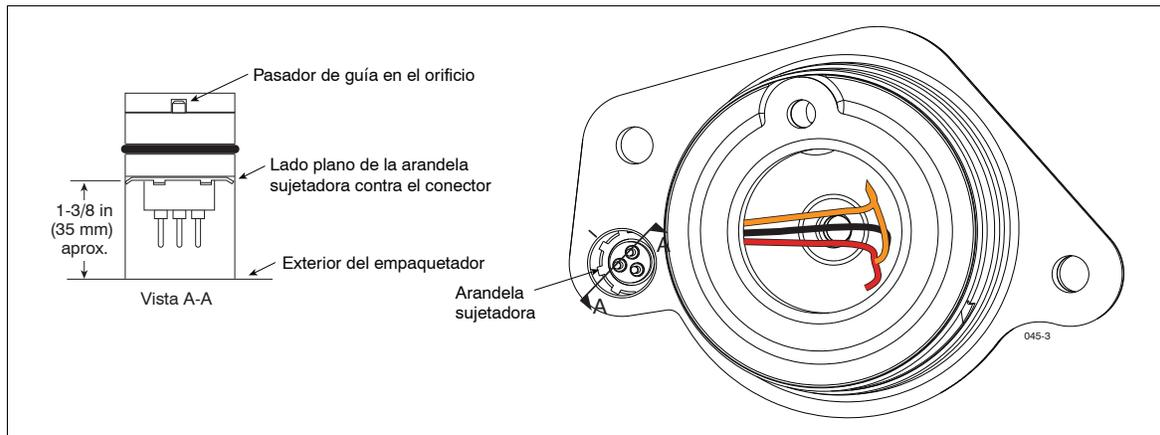

Figura 36. Profundidad correcta del conector macho ubicado en el receptáculo del empaquetador
14. Pase los cables del nuevo conector macho a través del receptáculo y sáquelos por la apertura de la base del receptáculo para que lleguen al compartimento de cables del empaquetador. Tire de los cables suavemente para meterlos en el compartimento de cables conforme alinea la marca de cinta adhesiva del conector con la marca de rotulador del exterior del empaquetador. Cuando haya metido el conector totalmente en su receptáculo, no debería girar si el pasador de guía está en el orificio de referencia. Con la regla pequeña, mida la distancia que hay desde el empaquetador de frente hasta el conector. Debería ser algo menor de 1-3/8 in (35 mm) (véase la Figura 36). Agarre bien los cables para mantener el conector en posición e inserte la arandela sujetadora (con los dientes hacia arriba mirando hacia fuera) bajándola hasta que esté firmemente ajustada contra el conector. Tras instalar la arandela sujetadora, verifique de nuevo la medida de 1-3/8 in (35 mm) para asegurar que el conector se encuentra a la profundidad adecuada.